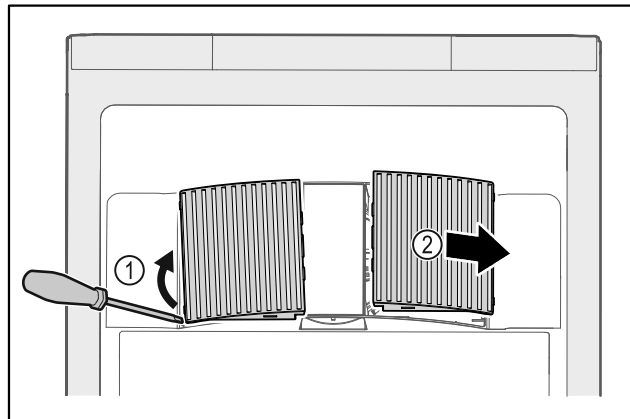

Fig. 148
- ▶ Z boku opatrně vytáhněte ventilátorové kryty Fig. 148 (1) a sejměte je směrem dopředu Fig. 148 (2).